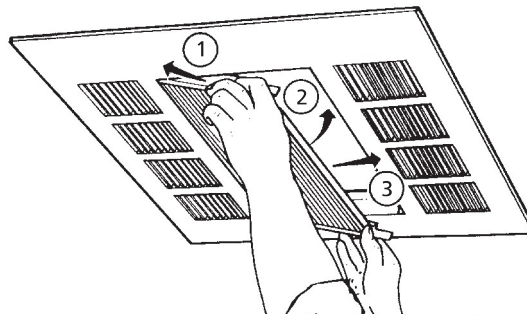

Figura 11
4. Mientras sujeta el conjunto con las dos manos, inserte un lado del conjunto en la abertura de la cubierta, y deslice ese lado hacia adentro mientras encaja el lado opuesto en la cubierta. (Consulte la Figura 11). Deslice el conjunto en posición de manera que la porción inferior de cada guía quede firmemente fijada en la abertura.